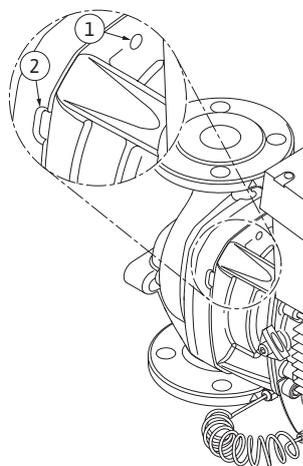

Fig. 53: Fori filettati e fessure per estrarre il set di innesto dal corpo pompa
13. Estrarre il set di innesto (vedi Fig. 13) dal corpo pompa. A tale scopo si consiglia l'impiego di due fori filettati (Fig. 53, pos. 1), soprattutto per allentare la sede. Avvitare nei fori filettati due viti adatte ad allentare la sede. Se il set di innesto è scorrevole, per estrarlo si possono utilizzare anche le fessure (Fig. 53, pos. 2) tra corpo pompa e lanterna (a tale scopo puntare ad es. due cacciaviti e utilizzarli come leva). Dopo circa 15 mm di percorso di estrazione, il set di innesto non è più condotto all'interno del corpo pompa.